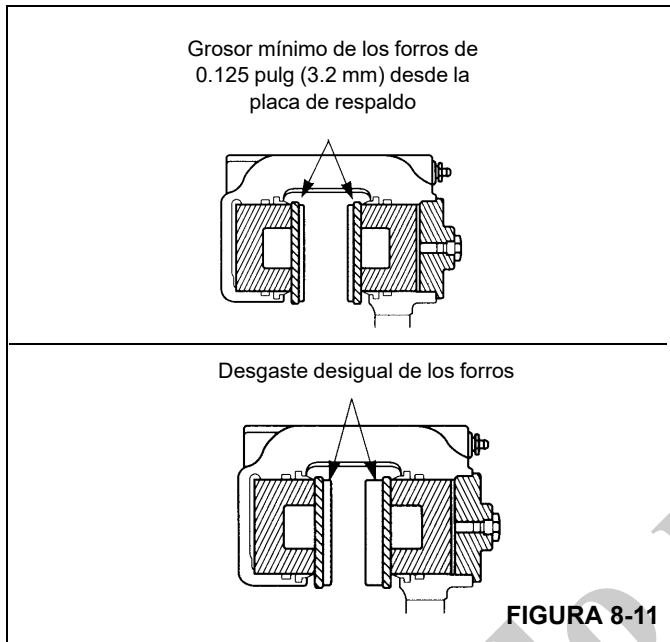

FIGURA 8-11
- Desgaste de forros – Reemplace los forros cuando su grosor mida menos de 0.125 pulg (3.2 mm) medido desde la placa de respaldo (Figura 8-11).
del disco esté plana y paralela respecto a los forros (Figura 8-11).